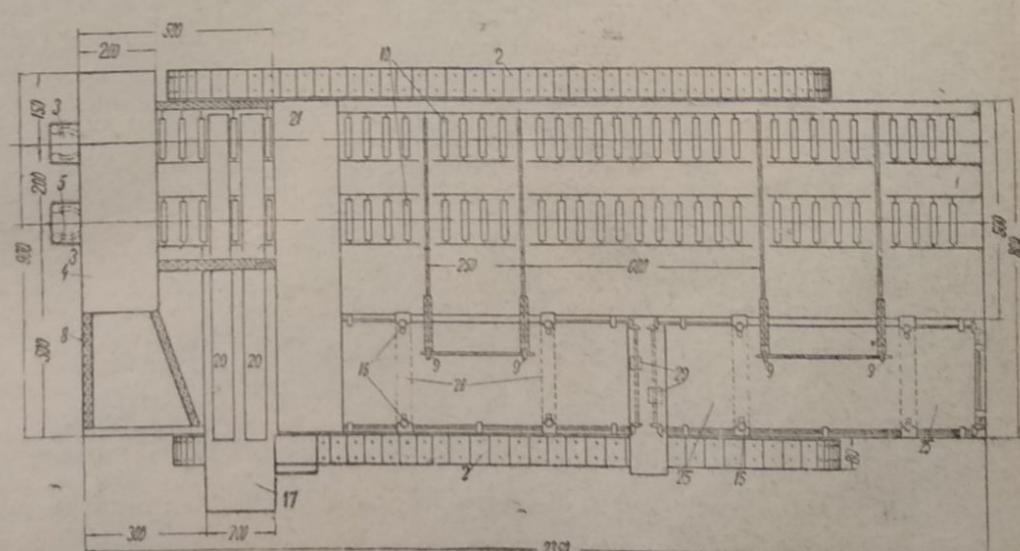

Рис. 2
(рис. 2); они могут перемещаться вдоль фронта запила. Режущая часть механизма—пильная цепь по типу моторных пил.
Роликовый транспортер с живыми роликами (19) (рис. 2) позволяет сортировать раскрыжованную древесину на две группы путем подачи ее под тот или другой поперечный цепной элеватор (9) (рис. 2 и 3).
Против каждого поперечного элеватора (9) устроены приемники бревен (25) (рис. 2), куда бревна подаются после сортировки. В приемнике (25) бревна накатываются на поперечные брусья (26), опирающиеся своими концами на кулаки (16).